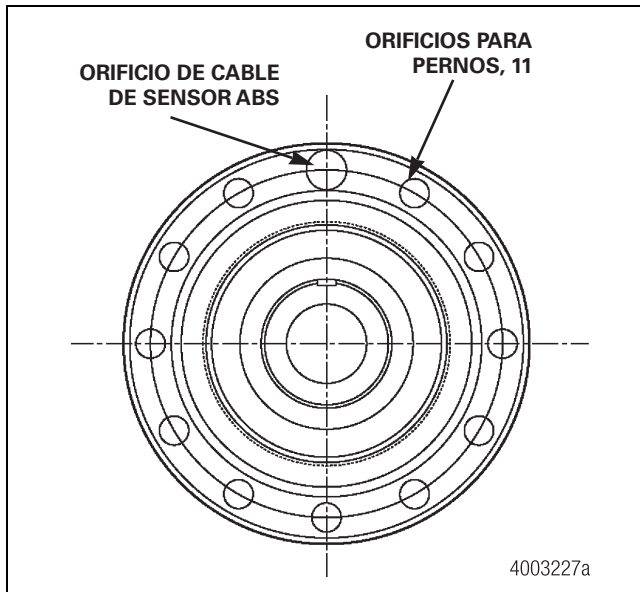

Figura 6.28
- **En bridas de 12 orificios:** Fije el freno instalando tornillos del diámetro correcto, de 9/16 de pulgada (14.288 mm) a través de los once orificios de 0.594 de pulgada (15 mm). Apriete los tornillos a 130-165 lb-pie (176-224 N•m). Figura 6.28.